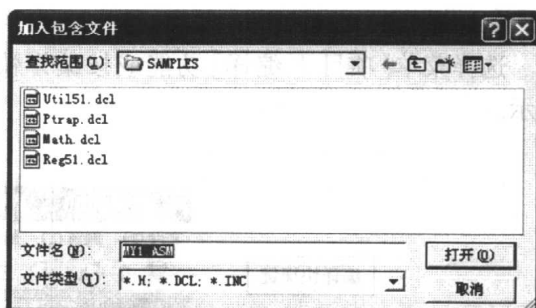

图 1-14
(2) 加入包含文件。如图 1-14 所示, 在加入包含文件对话框中, 选择所要加入的包含文件(可多选)。如果没有包含文件, 按取消键。